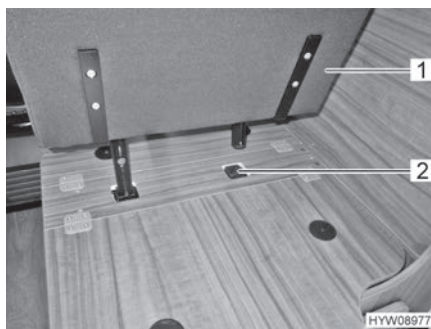

Fig. 13 Ficher le siège emboîtable dans sa fixation
- Ficher le siège emboîtable (Fig. 13,1) dans la fixation (Fig. 13,2).